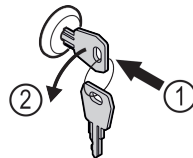

Fig. 182
- Inserire la chiave. Fig. 182 (1)
- Ruotare la chiave di 90° in senso antiorario. Fig. 182 (2)